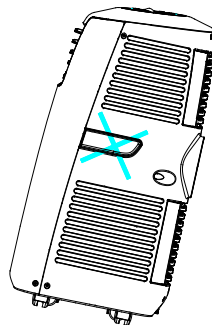

FIG. 1
- Utilize só na posição vertical numa superfície nivelada e pelo menos a 36 cm de distância dos objectos (fig. 1 & 4).